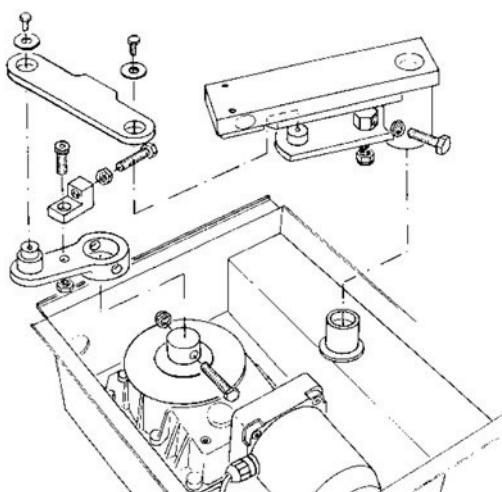

Fig.8
- Entrez la limite mécanique (voir fig. 8). Lâchez les vis pour permettre le mouvement de la porte.